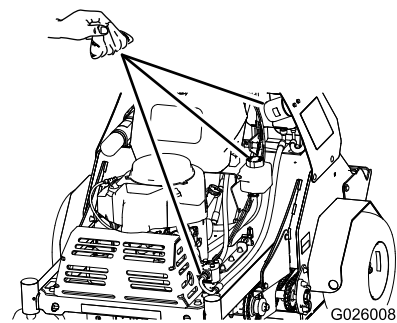

Figura 54
2. Limpie cuidadosamente la zona alrededor de la parte delantera de la bomba auxiliar, el tapón de llenado del depósito y el filtro (Figura 54).